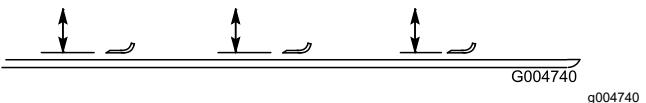

Figura 92
2. Ruotate la lama fino a quando le estremità non sono rivolte in avanti e indietro e misurate la distanza tra l'interno dell'apparato di taglio e il tagliente sulla parte anteriore della lama (Figura 92).